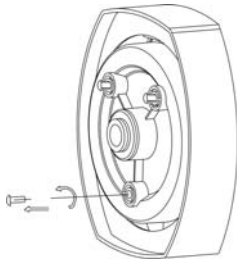

Bild 1
1. Lösgör från stommens (C) basdel de 3 skruvarna (E) (bild 1).